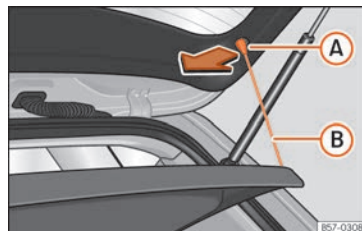

Abb. 170 Im Gepäckraum: Gepäckraumabdeckung aus- und einbauen.
- Hängen Sie die Haltebänder »» Abb. 170 (B) aus den Aufnahmen (A) aus.
- Hängen Sie die Haltebänder »» Abb. 170 (B) an der Heckklappe ein.